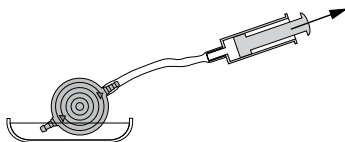

Fig. 19: Kontrol af gennemtrængelighed
M.blue bør udluftes inden implantationen og kontrolleres for gennemtrængelighed. Ventilen kan fyldes så skånsomt som muligt ved aspiration ved hjælp af en steril engangssprøjte, der anbringes ved den distale kateterende. Ventilen tilslutes distalt og holdes i en steril fysiologisk saltopløsning. Når der kan udtages saltopløsning, er ventilen permeabel (fig. 19).